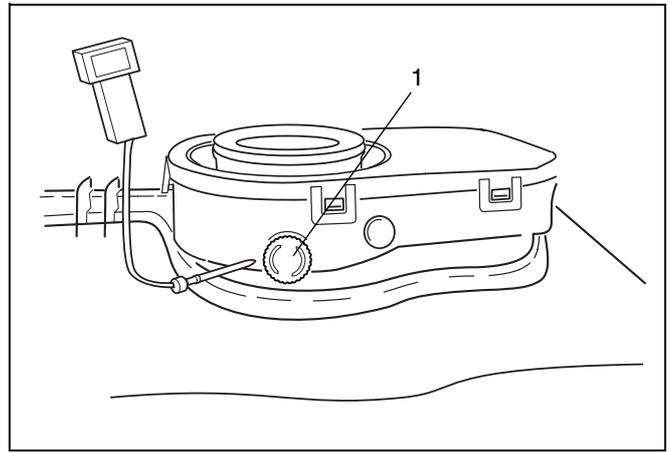

Abb. 34 Messstelle für Abgas
Messstelle siehe Abb. 34.
- CO2-Messung während des laufenden Gerätes in der Luftspaltöffnung (Abb. 34, Pos. 1) durchführen.